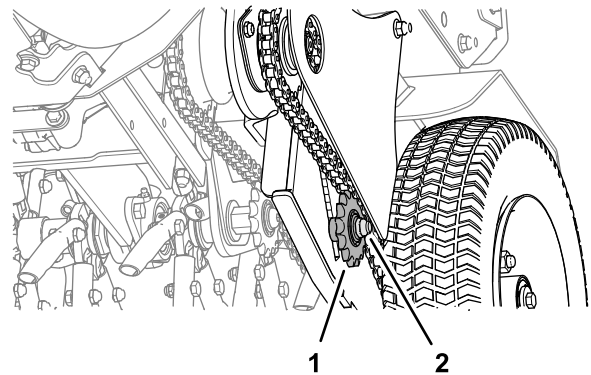

Figura 45
4. Para ajustar la tensión de la cadena, afloje el perno tensor y la contratuerca, y empuje el piñón hacia arriba para tensar la cadena (Figura 45).